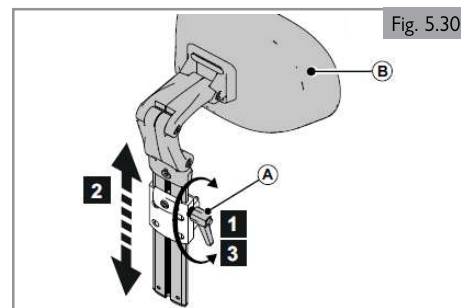

Fig. 5.30
**Altura del reposacabezas (Fig. 5.30)**
1. Afloje (A) unas cuantas vueltas.
2. Ajuste (B) en la posición deseada.
3. Apriete (A).